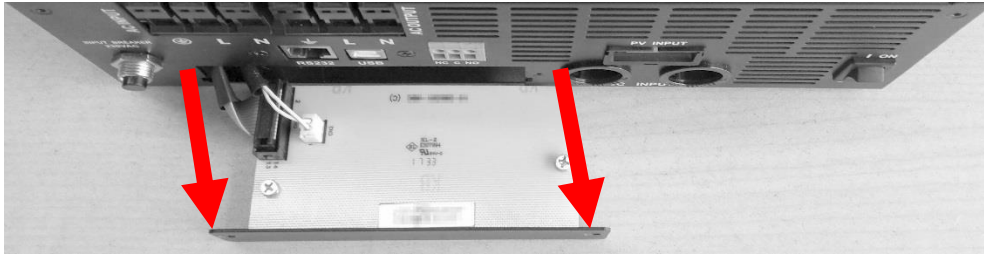

Figure 10 : Retirez le panneau factice.
- Tirez avec précaution le mannequin beige comme indiqué à la Fig. 10. Veillez à ne tirer les câbles attachés que dans la mesure où cela est absolument nécessaire. N'utilisez pas une force excessive.